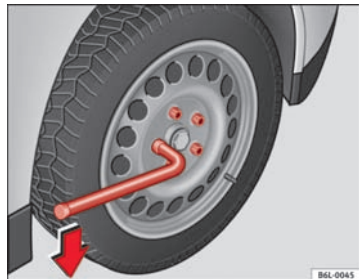

Fig. 137 Hjulskift: Sådan løsnes hjulboltene.
- Tag fat i enden af hjulnøglen, og drej bolten ca. en omdrejning mod **venstre** ⇒ Fig. 137.